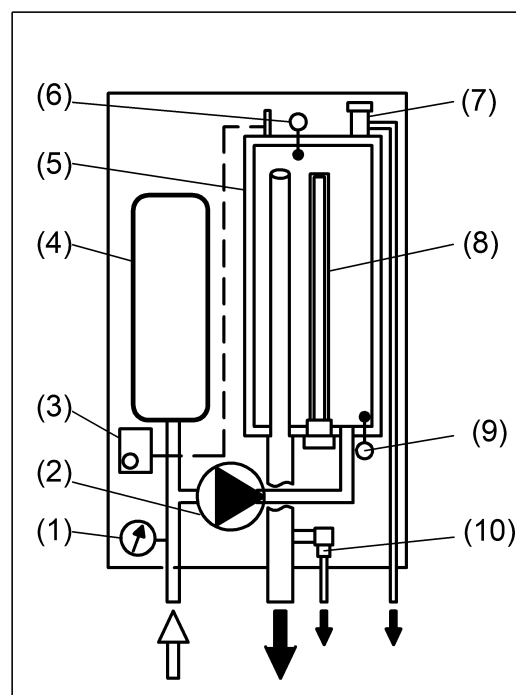

Рисунок 1. Принципиальная схема котла
5.2 Основные элементы котла (см. рис. 1): манометр **(1)**, циркуляционный насос **(2)**, терморегулятор **(3)**, расширительный бак (экспанзомат) **(4)**, теплообменник **(5)**, аварийный самовозвратный термовыключатель **(6)**, автоматический воздухоотводчик **(7)**, ТЭНы **(8)**, реле минимального давления **(9)**, предохранительный клапан **(10)**.